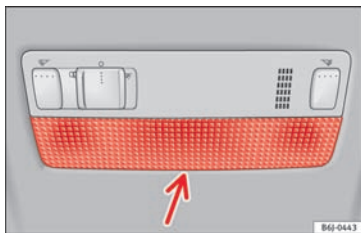

Fig. 118 Læselamper foran
- Før den flade klinge af en skruetrækker ind mellem huset og glasset » Fig. 118.